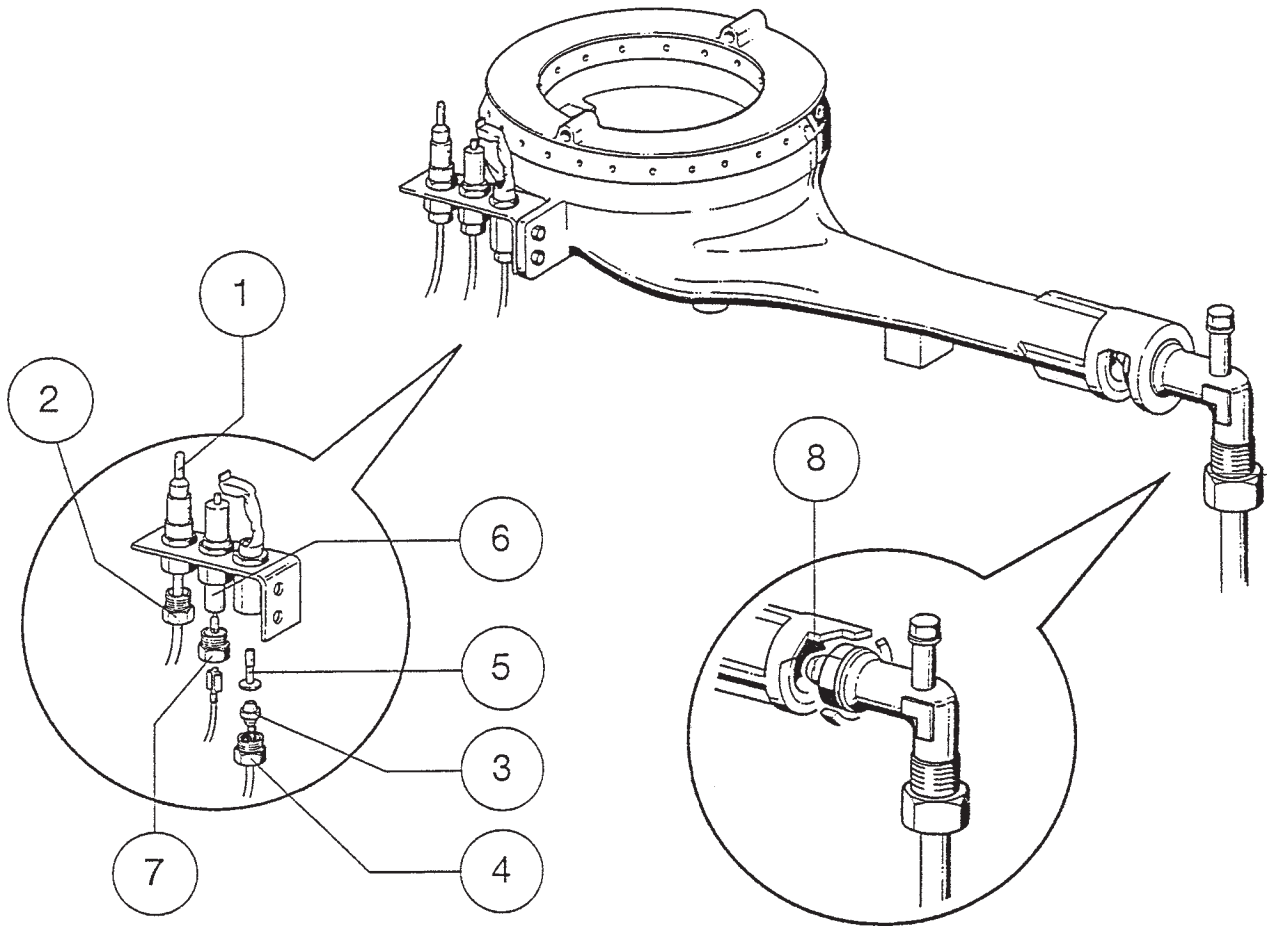

fig. 6
Smontare la griglia in ghisa. Sostituire l'ugello del bruciatore (Fig. 6 pos. 8) con quello corrispondente al tipo di gas prescelto attenendosi alla Tabella III d Cap. 2.4 usando una chiave del 12.
Smontare prima di tutto la candeletta d'accensione se montata. Sostituire l'ugello del bruciatore pilota (Fig. 6 pos. 5) con quello corrispondente al tipo di gas prescelto attenendosi alla Tabella III d Cap. 2.4 usando una chiave del 10 (Fig. 6 pos. 4).
L'ugello è agganciato al bicono (Fig. 6 pos. 3)